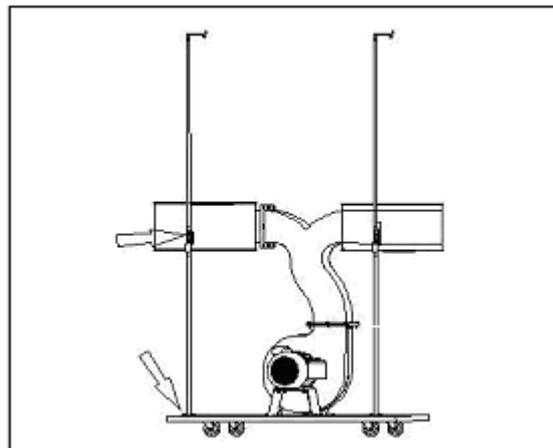

Fig 6
Installez les deux supports du collecteur (F) et les deux supports de sac supérieurs (E) comme indiqué à la Fig. 6.